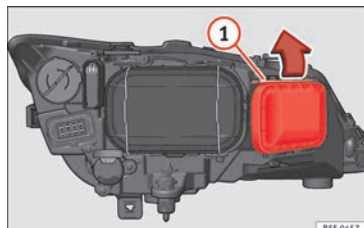

Fig. 106 Lampadina dell'indicatore di direzione.
- Far scorrere il tirante » **fig. 106** ① nel senso della freccia e sfilare la chiusura.